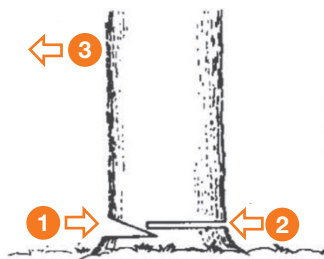

Рис. 7
- Определите направление падения дерева **3** с учетом ветра, расположение больших веток, удобство работы после повала дерева и другие факторы (Рис. 7).